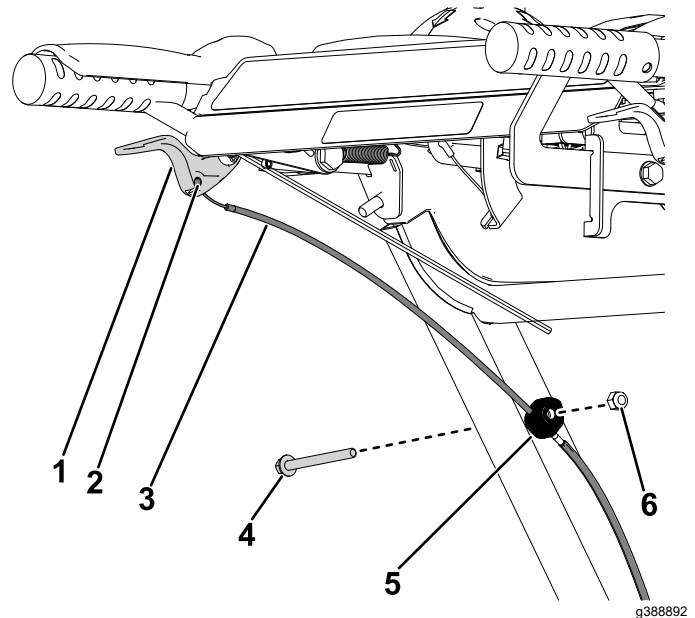

Figura 25
7. Desde el lado izquierdo de la máquina, enganche el cable del embrague a la palanca del embrague (Figura 25). Repita lo mismo en el lado derecho.
8. Desde el lado izquierdo de la máquina, instale la abrazadera al tubo del manillar inferior y fíjela con el perno ($\frac{1}{4}$ " x $2\frac{3}{4}$ ") y la tuerca ($\frac{1}{4}$ ") (Figura 25). Repita lo mismo en el lado derecho.